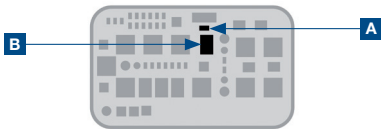

Abbildung 6
- 22 Relais (B) und Sicherung (A) einsetzen (**Abbildung 6**)